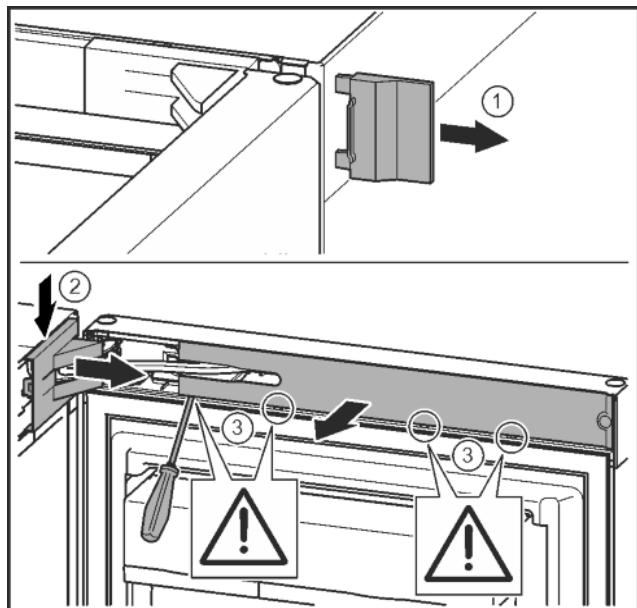

Fig. 10
- ▶ Зніміть зовнішню кришку. Fig. 10 (1)
- ▶ Звільніть і ослабте кришку опорного кронштейна. Fig. 10 (2)
- ▶ За допомогою шліцевої викрутки звільніть від фіксатора та поверніть убік накладку. Fig. 10 (3)